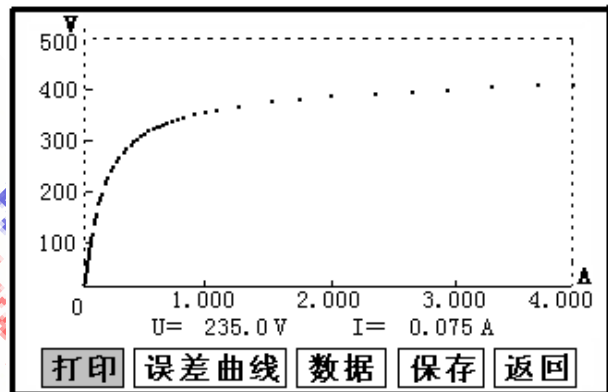
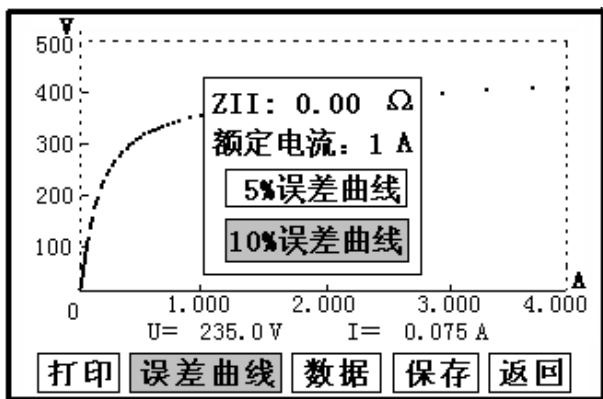
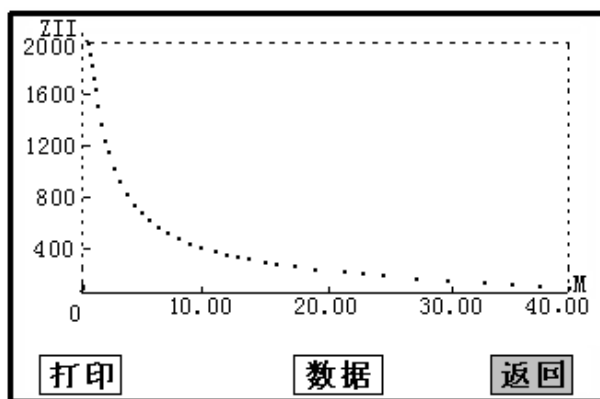

图 7
图 10
图 11
接线图见（图 6），测试仪的 K1、K2 为电压输出端，试验时将 K1、K2 分别接互感器的 S1、S2（互感器的所有端子的连线都应甩开）。合上调压开关，设置完毕按“开始”键后，再按下“确定”键，即可进入试验界面。试验开始后仪器将自动升压、升流并在界面上实时显示电压、电流值。当实际电压、电流值达到设置输出电压或输出电流值时试验结束，调压器回零后，切断电压输出，显示拐点电压、电流值，并绘出伏安特性曲线图。（见图 7）
试验结束后，屏幕显示出伏安特性测试曲线（见图 7）。该界面上各操作功能如下：
- **误差曲线**：在图 7 的界面中，将光标移至“误差曲线”选定后，屏上将显示伏安特性试验的误差曲线的设置见（图 10）。选定后计算出的误差曲线如（图 11），误差曲线就是根据互感器二次侧的励磁电流和电压计算出的电流倍数（M）与允许二次负荷（ZII）之间的对应关系，可参考附录 5。